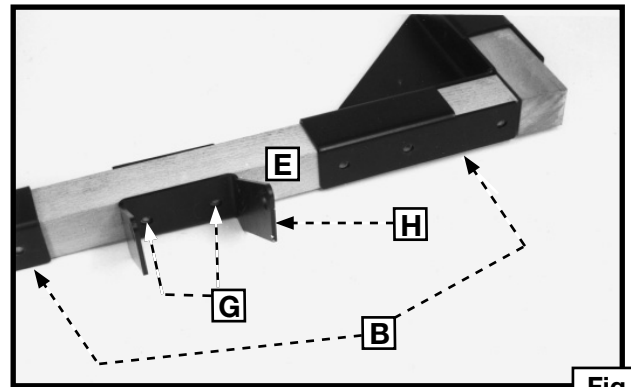

Fig. 8
- Con las tablas laterales y extremas en su lugar (B), Fig. 8, coloque el soporte giratorio (H) en el extremo de la base, a mitad de camino entre los soportes (B) donde se ubicarán el pedal de pie y el montaje de las ruedas.
NOTA: Coloque el soporte giratorio (H), Fig. 8, en dirección directamente opuesta a las dos ruedas (Fig. 12) Marque los dos lugares (G), Fig. 8, donde taladrará los orificios pasantes de 11,11 mm (7/16") para montar el soporte giratorio (H).